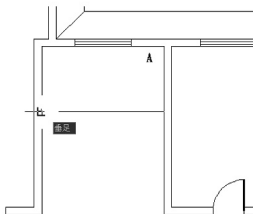

图 2.110 垂足捕捉
② 在**指定下一点或[放弃(U)]**: 提示下, 将光标水平向左拖动到图 2.110 所示的垂足处, 出现垂足捕捉点后单击, 按 Enter 键结束命令。
(3) 利用夹点编辑生成其他踏步线。
① 在命令行无命令的状态下单击刚才所绘制出的直线, 在直线的左右端点和中点处